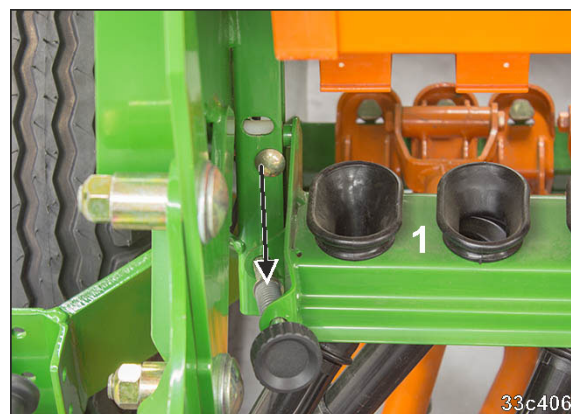

Fig. 132
2. Baixar a calha do funil (Fig. 132/1).